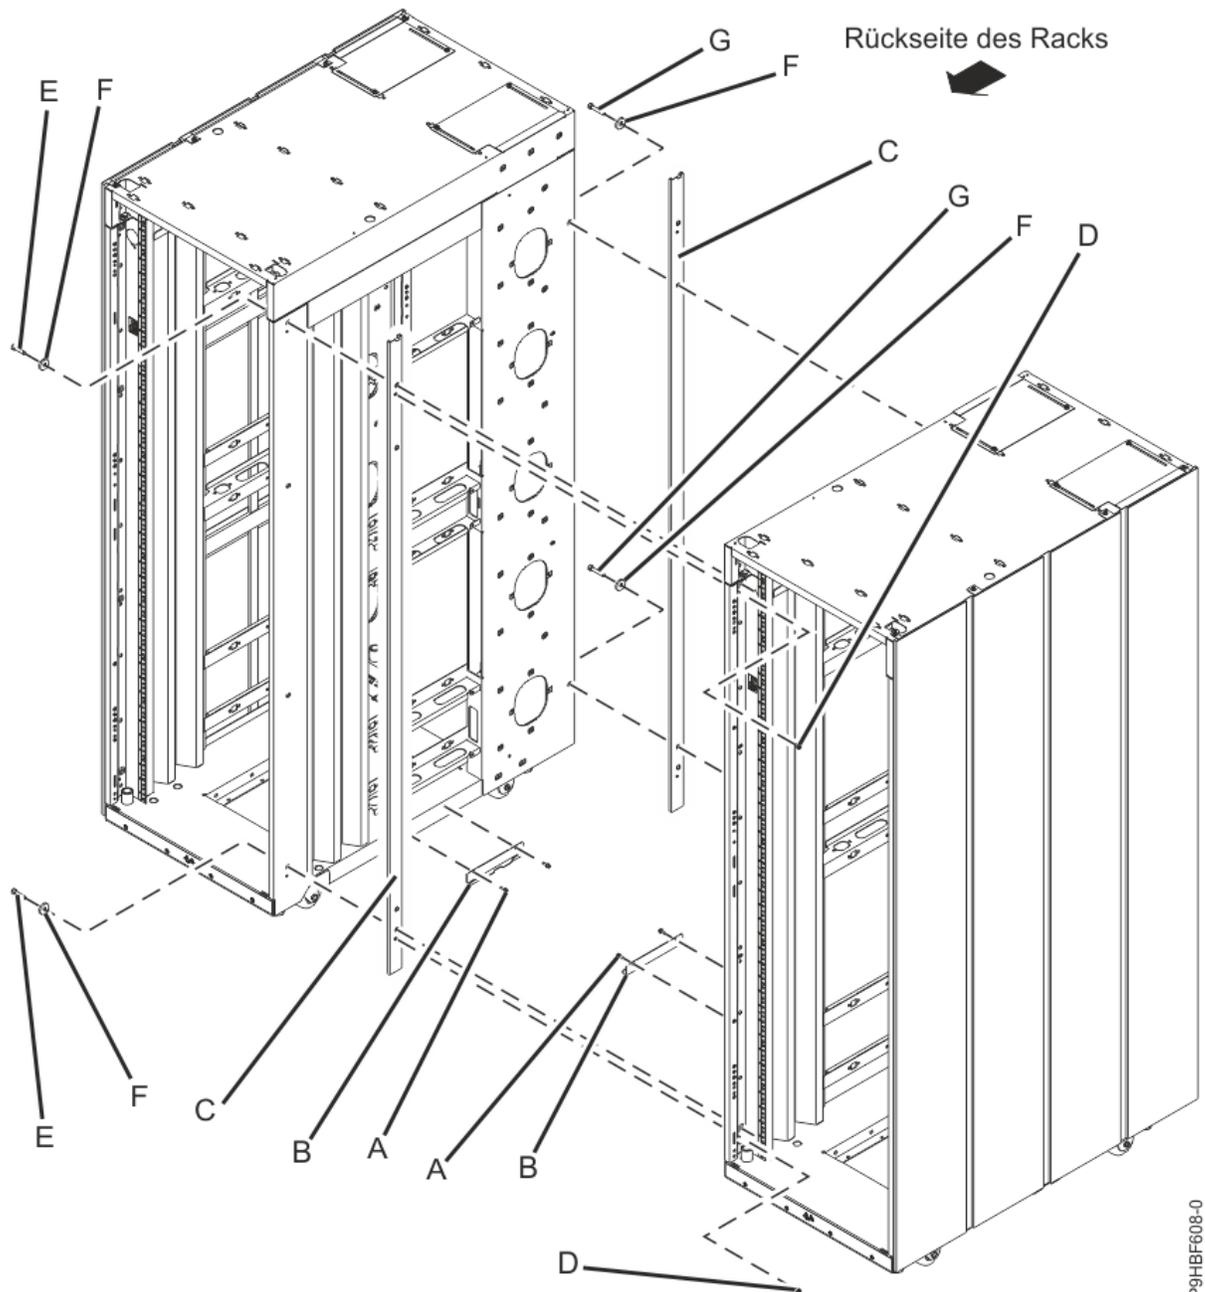

Abbildung 79. Seitenabdeckungen, Halterung und Abstandshalter zum Verbinden mehrerer Racks ausbauen
4. Bringen Sie mit zwei Schrauben (**D**) die Halterung des Abstandshalters (**C**, **an der Vorderseite**) an. Richten Sie die hintere Halterung des Abstandshalters (**C**) aus und installieren Sie diese (siehe Abbildung 79 auf Seite 120).
7. Setzen Sie in allen vier Positionen eine Schraube (**E/G**) und eine Unterlegscheibe (**F**) ein, ziehen Sie die Schrauben aber noch nicht fest (siehe Abbildung 79 auf Seite 120).